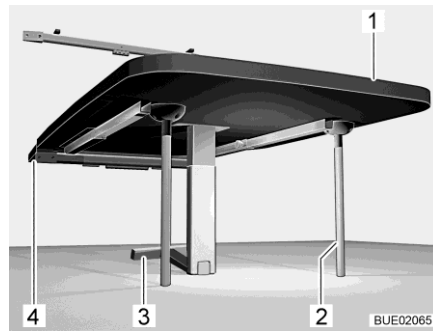

Fig. 136 Table suspendue pour sommier de lit
- Soulever le plateau de table (Fig. 136,1) à l'avant.
- Rabattre la partie inférieure du pied d'appui à joint (Fig. 136,3) de 90°.
- Placer deux pieds d'appui supplémentaires (Fig. 136,2) dans les fixations sur la partie inférieure du plateau de table.
- Mettre la table en place dans la baguette de support inférieure (Fig. 136,4) et la verrouiller.